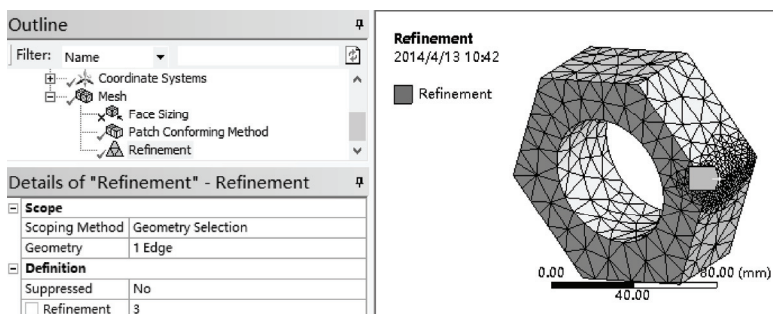

图 4-46 边缘细化生成网格模型
6) 单击 Generate, 生成网格模型如图 4-46 所示。